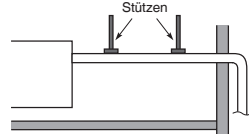

Abb. 3-47
- Beim Anbringen des Ablaufrohrs an der Einheitsseite nicht mit Gewalt vorgehen. Ebenso darf das Rohr nicht ohne Abstützung von der Anschlussstelle an der Einheit herabhängen. Das Rohr daher an einer Wand, einem Rahmen oder einer anderen Stelle so nah wie möglich zum Gerät befestigen. (Abb. 3-47)